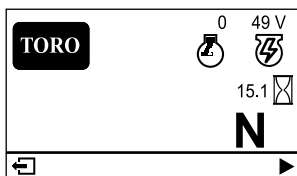

Figura 16
- **Ecrã de informações principal (Figura 16):** mostra a informação atual da máquina enquanto a chave está na posição LIGAR.